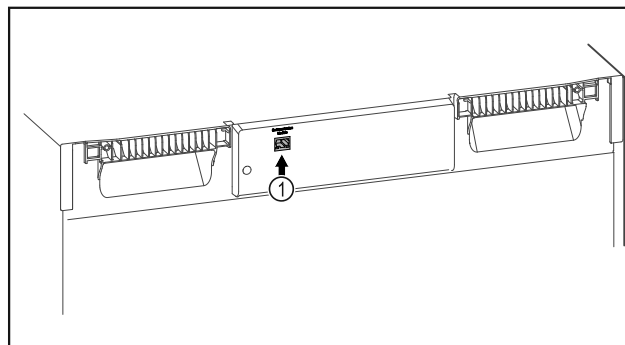

Fig. 123
- SmartModule Fig. 123 (1) is geplaatst.